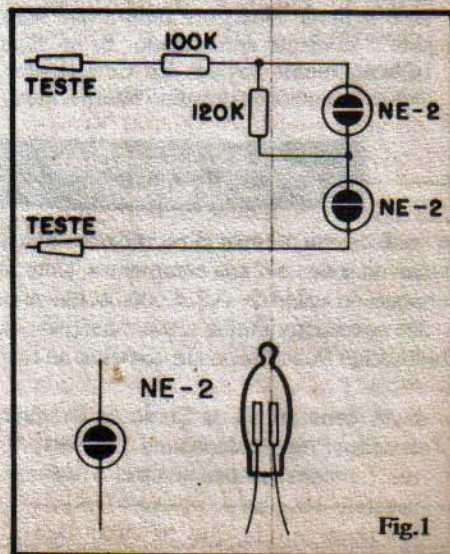

Fig.1
- **FIG. 1** - Diagraminha do circuito. São duas lâmpadas de Neon, mini (tamanho NE-2), "enfileiradas", protegidas pelo resistor de 100K e com suas tensões reais de trabalho "divididas" pelo resistor de